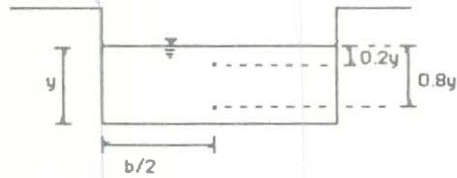

Figura 1
4. Mida, con el micromolinete y con el tubo de Pitot, la velocidad del flujo en los puntos indicados en la figura 1. La constante del micromolinete es 1 golpe/s=0.3m/s.